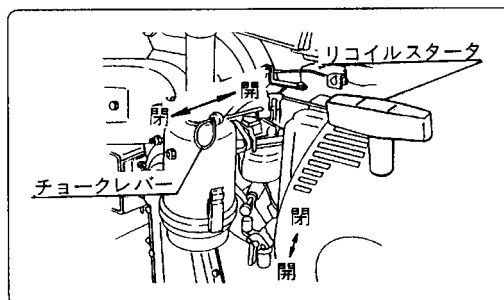

図2
- ② 燃料コックを「開」位置にします。(図2)
- ③ チョークレバーを「閉」位置にします。(図2)
- ⑤ リコイルスタータを勢いよく引っ張り、エンジンが始動したらチョークレバーを徐々に「全開」位置にします。(図2)